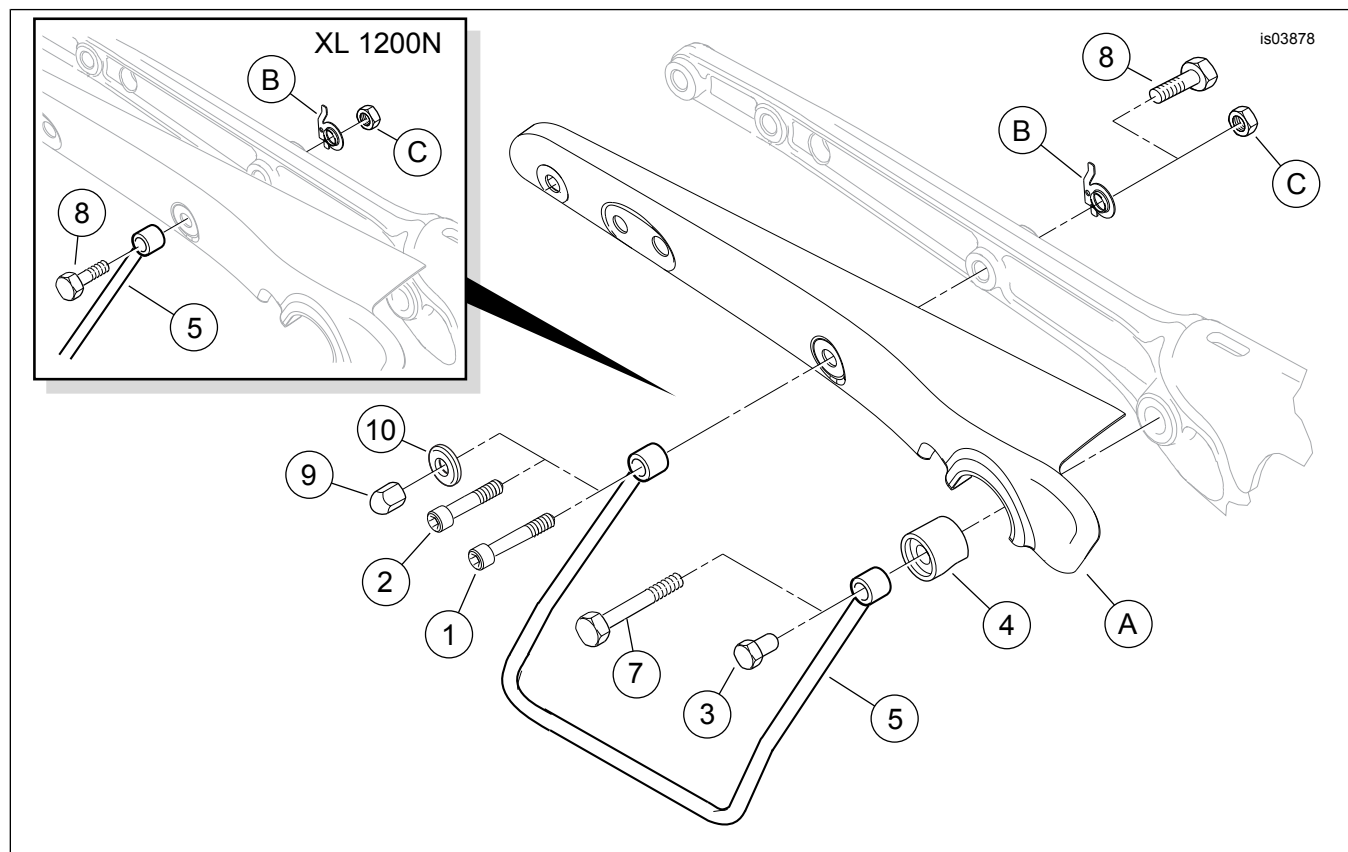

Figura 4. Peças de reposição, kit de suporte do alforje
Veja a Figura 4 e a Tabela 1.
4. Veja a Figura 4. Instale uma nova tampa do amortecedor (4) do kit sobre o parafuso do amortecedor. Posicione o suporte (5) com o furo de montagem dianteiro sobre o parafuso do amortecedor e o furo de montagem traseiro sobre o furo no suporte do pára-lama.
4. Veja a Figura 4. Posicione o suporte (5) com o furo de montagem dianteiro sobre o parafuso do amortecedor e o furo de montagem traseiro sobre o furo no suporte do pára-lama.